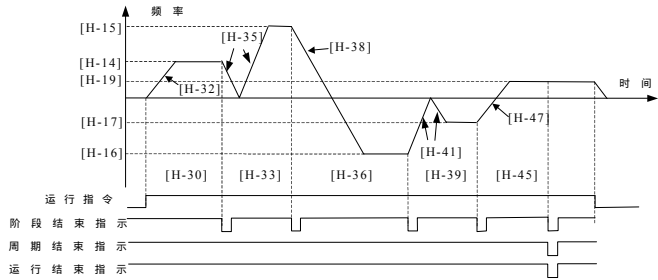

图 5-31 单循环停机模式（方式 5）
***5：单循环停机模式。**变频器运行完每一段速度后，先减速到零频率，再从零频率加速到下一段频率运行，其它动作同方式 1。单循环停机模式如图 5-31 所示。